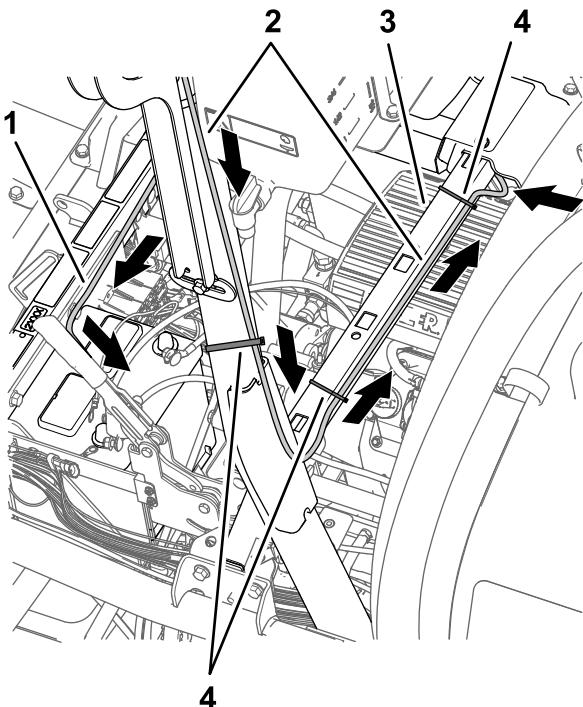

Bild 200
1. Verlegen Sie den Datenkabelbaum und den Batteriekabelbaum an der Rückseite des linken, vertikalen Überrollbügels nach unten zur Querstrebe für die Sitzstütze (Bild 200).
5. Verlegen Sie den Datenkabelbaum und den Batteriekabelbaum über die Querstrebe für die Sitzstütze und befestigen Sie den 390-cm-Datenkabelbaumzweig mit zwei Kabelbindern an der Querstrebe (Bild 200 und Bild 202).